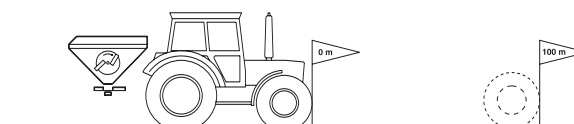

Fig. 13
- Mät upp en mätsträcka på exakt 100 m på fältet. Markera början och slut på mätsträckan (Fig. 13).